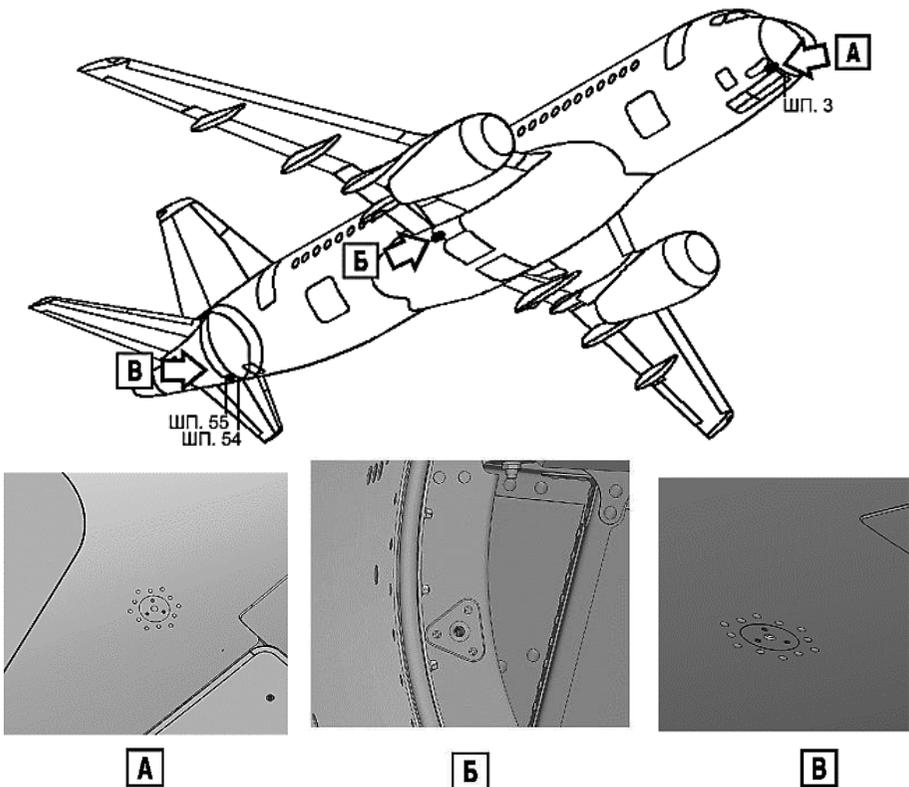

Рис. 31. Расположение точек заземления самолёта.
1. Вставьте штырь приспособления для заземления в специальное место для заземления самолёта на стоянке или в грунт (рис. 31).